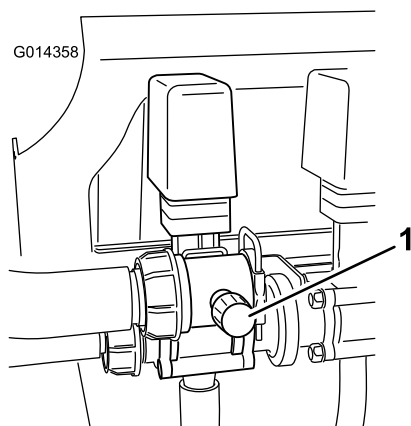

Рисунок 25
9. Отрегулируйте клапан перепуска перемешивания (Рисунок 25) на задней стороне клапана перемешивания так, чтобы показание давления по манометру стало равно 689 кПа (100 фунтов на кв. дюйм).